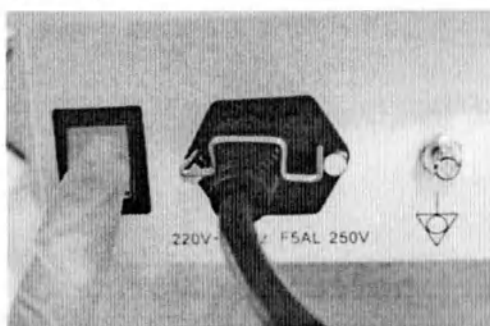

Рисунок 1
1. Перед запуском системы убедитесь, что шнур питания подключен к системе и розетке с заземлением. Включите переключатель питания в нижней части тележки. Выключатель находится рядом с разъемом шнура питания (рисунок 1).